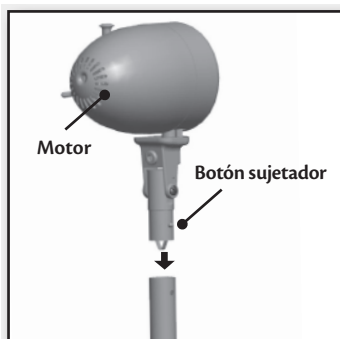

Figura 8
1. Presione los botones sujetadores hacia adentro completamente mientras que desliza el tubo desde el conjunto de alojamiento del motor hacia el tubo interior hasta que los botones sujetadores aparezcan a través del orificio en el tubo interno. Figura 8.